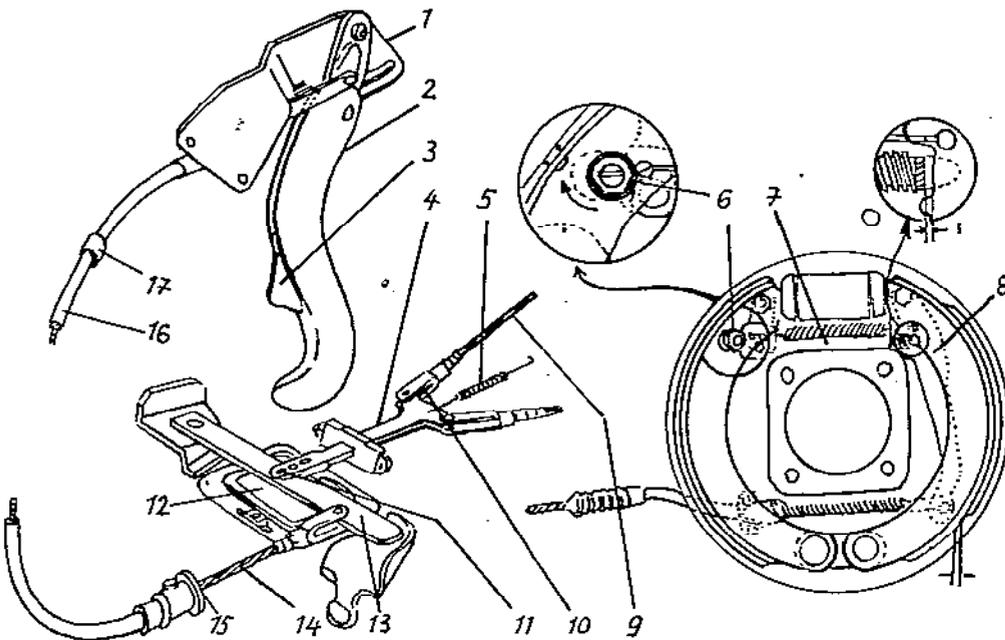

Abbildung 31:
1. Deckel 12 (Abbildung 31) unter dem Fahrzeug abschrauben.